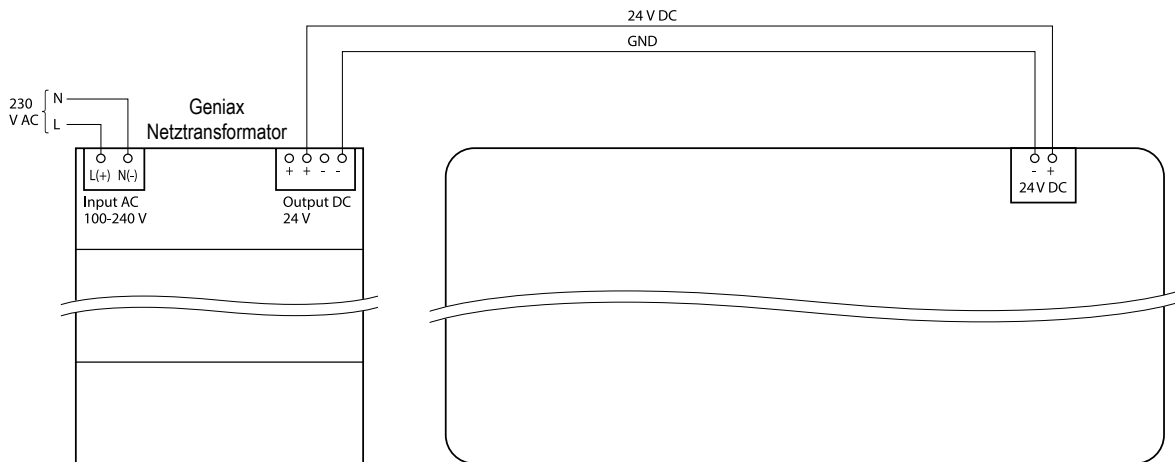

Fig. 14-7: Anschluss GeniAx BACnet Module an Netzteil GeniAx Netztransformator
Das Geniax Netzteil ist grundsätzlich **auf der linken Seite** des BACnet Modules zu positionieren (siehe Fig. 14-7). Dadurch ist die sichere elektrische Trennung zwischen der 230-V-AC-Seite und der 24-V-DC-Seite der Kombination Schnittstellenmodul-Netzteil sichergestellt.
- Spannungsversorgung 24 V DC SELV vom Geniax Netzteil anschließen an die Klemmen „+“ und „-“ der Klemmengruppe „24V DC SELV“ des BACnet Module (s. Fig. 14-7 und Tab. 14-4).